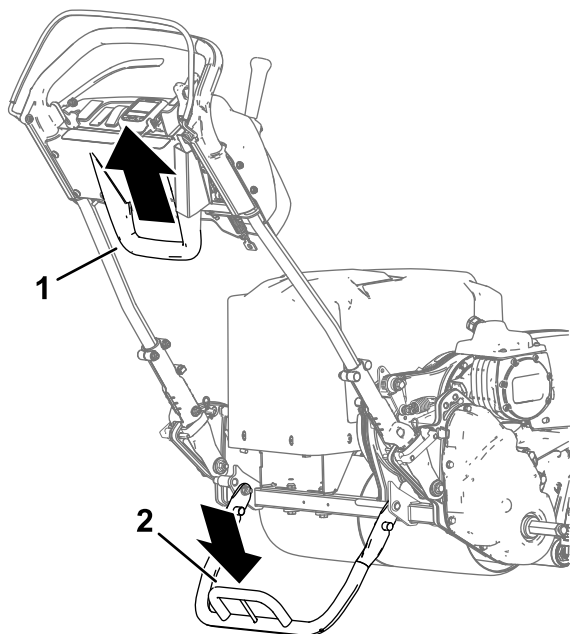

Figura 21
- Per utilizzare il cavalletto per montare le ruote di trasferimento, abbassatelo a terra e poggiate il piede sul suo occhiello mentre tirate verso l'alto e all'indietro la stegola centrale inferiore della macchina (Figura 21).